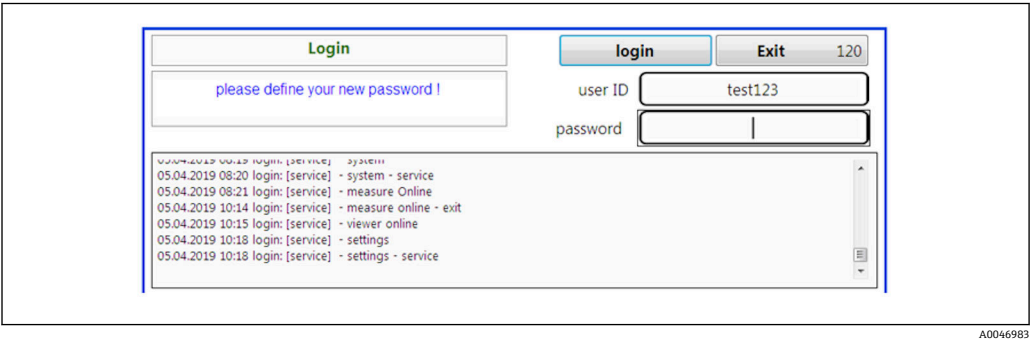

图 28 设置新密码
- 3. 选择 **Continue after error** 设置→ 图 28，启动/禁用自动启动功能。